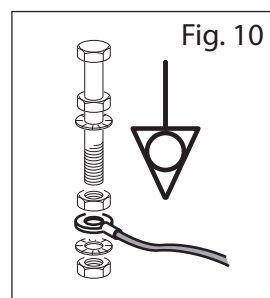

Fig. 10
L'apparecchiatura deve essere inclusa in un sistema "Equipotenziale" di scarico a terra (Fig. 10)
- Collegare un'estremità del cavo elettrico di massa (il cavo deve essere contraddistinto dal doppio colore giallo/verde) al sistema adibito all'attacco “Equipotenziale” dell'apparecchiatura (vedi disegno schematico Fig. 10).